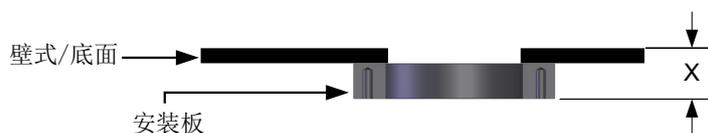

图19: 测量插入深度
1. 一旦安装板已焊接到适当尺寸的孔上方，应测量安装板的外壁面到内壁（x）的距离（图 19）。